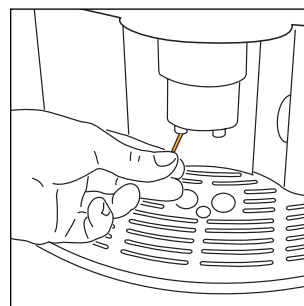

Fig. 28
- Kontrollera med jämna mellanrum att utmatningshålen för kaffet inte är tilltäppta. Ta bort kafferester ur dem med en nål (fig. 28).